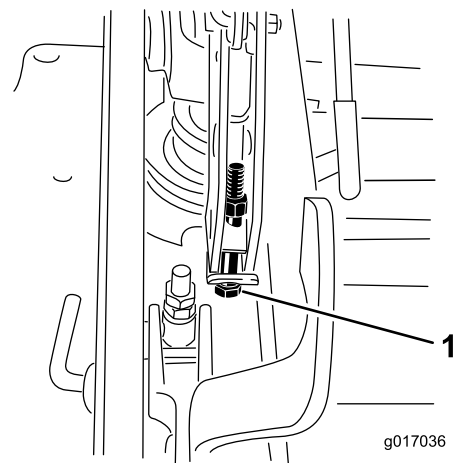

Bild 93
13. Wenn das Mähwerk zu niedrig ist, drehen Sie die zentrale Einstellschraube nach rechts, um sie anzuziehen. Wenn das Mähwerk zu hoch ist, drehen Sie die zentrale Einstellschraube nach links, um sie zu lösen (Bild 93).